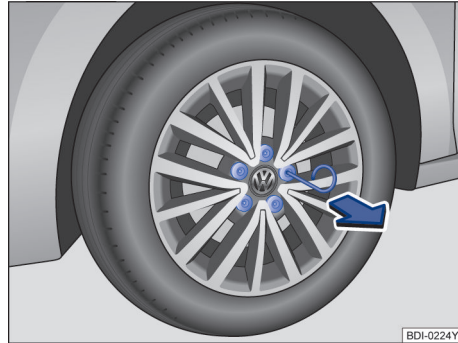

图 160 从车轮螺栓上拔下盖罩
- 将钢丝钩穿过开口插入盖罩内⇒图 160，然后沿箭头方向将其拔下。